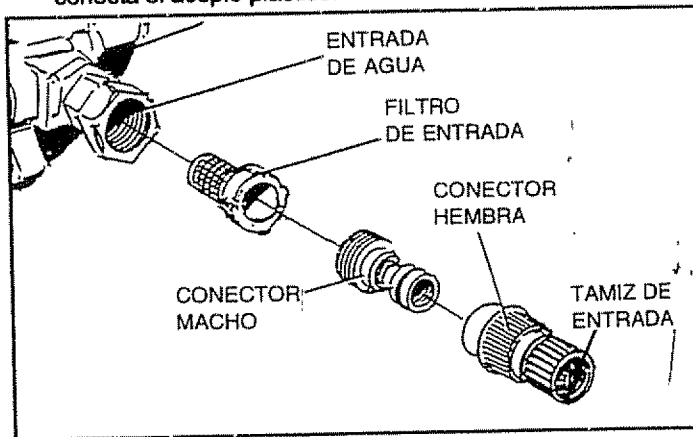

FIG. 4
- Incluida con esta unidad hay un acople de conexión rápida que usted conecta a la entrada de agua. Este puede separarse en dos partes - un conector macho y un conector hembra que contiene un tamiz de entrada. Asegúrese que esta tamiz esté limpio así como también el filtro en el acople de entrada del agua. Conecte el acople de conexión rápida al acople plástico inferior en la parte frontal de la bomba (Fig. 4). El conector macho negro está en el lado que usted conecta el acople plástico.